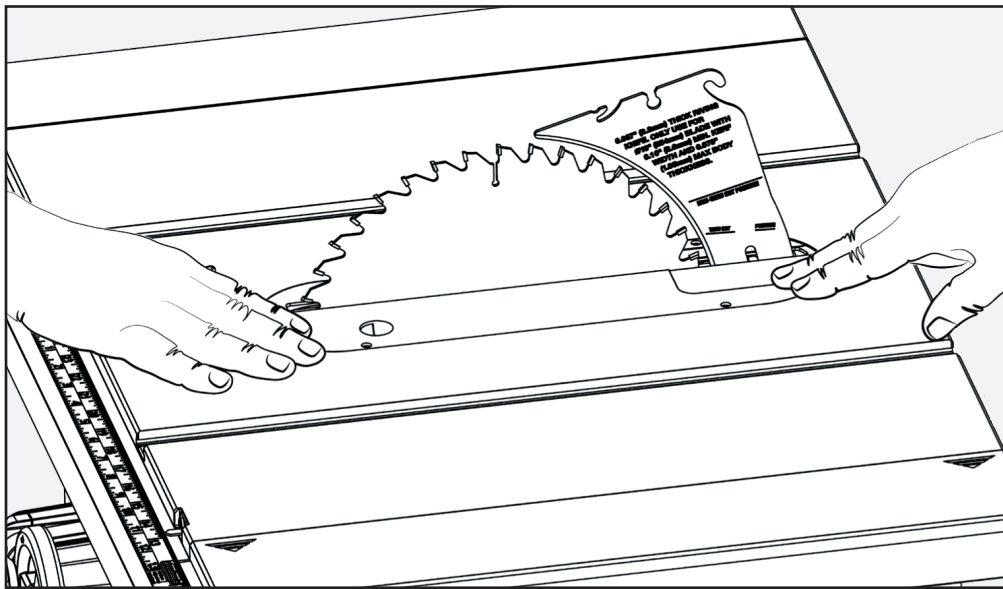

FIGURE 7
Placer la plaque de la gorge au niveau de la table en utilisant (4) vis à tête plate. Voir figures 7 et 8. Pour plus de détails sur le nivellement de la plaque à gorge, voir page 63.